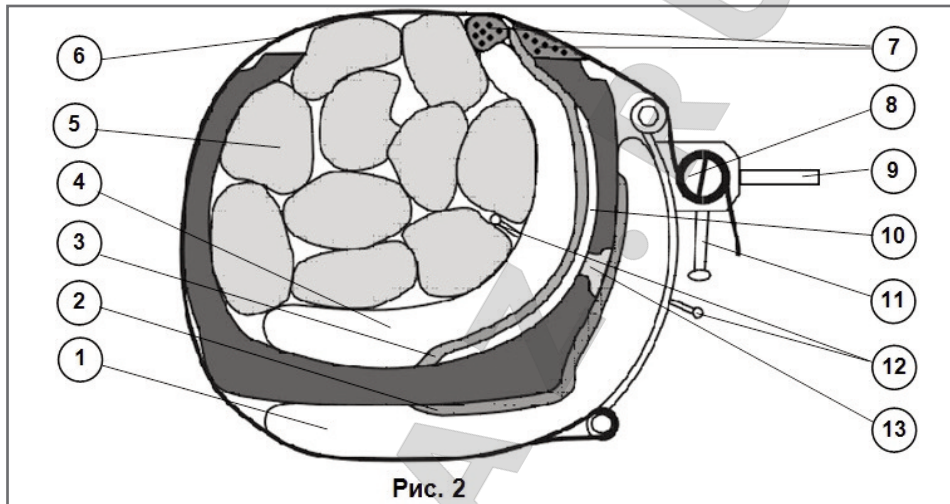

Рис. 2
Внимание! Запрещается подавать давление в пневмоподушки, не установленные согласно Схеме вулканизации (рис. 2 стр. 5)
- Установить наружную пневмоподушку на выдвинутой каретке согласно Рис. 2.
• Внутри шины на пневмоподушку уложить необходимое количество вкладышей (см. поз. 5 Рис. 2), при этом следить за тем, чтобы ниппель и быстроразъемное соединение находилось между вкладышами (см. Рис. 2).
Внимание! Обеспечить плотную укладку вкладышей симметрично относительно внутренней пневмоподушки, при этом следить, что бы ниппель и быстроразъемное соединение находились между вкладышами (см. Рис.2).
- Перемещая рукоятки вверх, натянуть с небольшим усилием стяжные ремни, выполнив 1...1,5 оборота фиксаторов. При этом необходимо удерживать фиксаторы рычагом (поз. 9 Рис. 2).